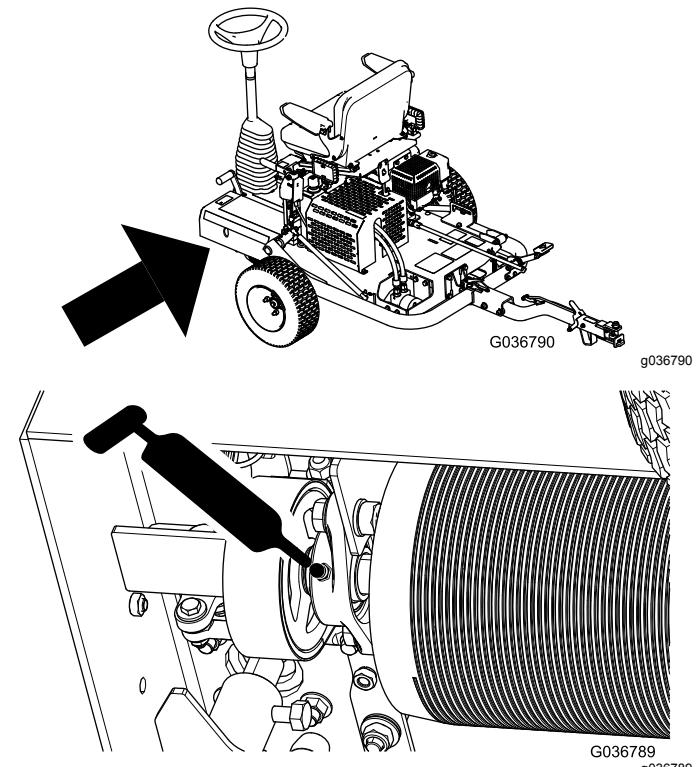

Figura 30
2. Pompatte il grasso nel raccordo di ingrassaggio, come illustrato nella Figura 30.